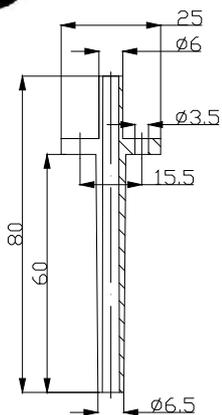

Abb. 5
1. Setzen Sie die Druckentnahmestutzen (Abb. 5 oder 6) mit der Längsseite (60mm) in die vorbereiteten Löcher ein. Jeder Stutzen sollte mit 2 Schrauben montiert werden. Achten Sie darauf, die Löcher nach der Installation zu versiegeln, um die Löcher luftdicht zu halten.